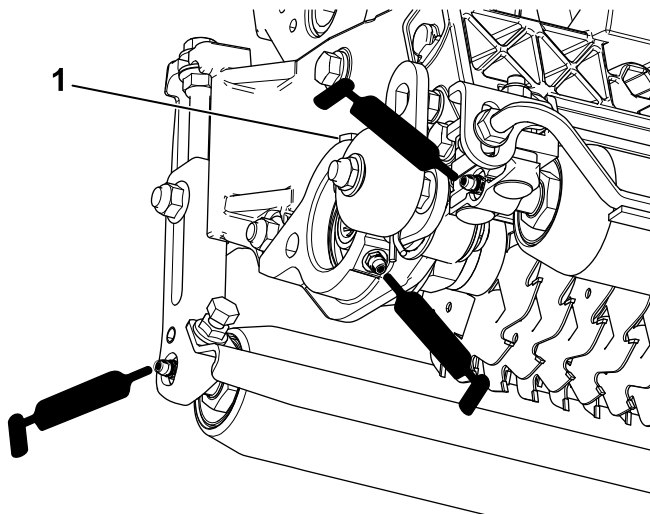

Bild 12
Montieren Sie den Spindelmotor und fetten Sie die Seitenplatte ein, bis überschüssiges Fett aus dem Überdruckventil austritt (Bild 12).
Jeder Vertikutierer hat 5 Schmiernippel (Bild 12), die wöchentlich mit Nr. 2 Allzweckschmierfett auf Lithiumbasis eingefettet werden müssen.
2. Tragen Sie Fett auf, bis sauberes Fett aus den Dichtungen der Rolle und dem Überdruckventil des Lagers austritt (Bild 12).